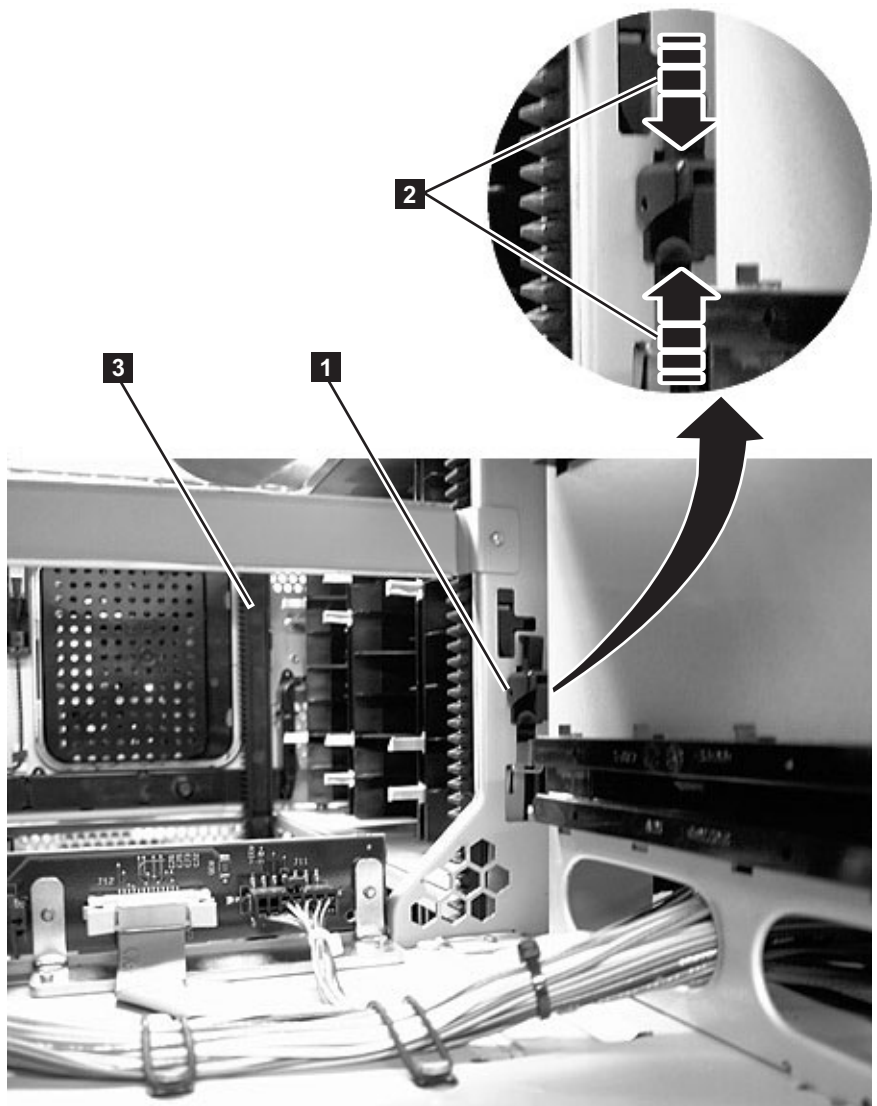

図 11-13. ギア・ラック
複数ユニット・ライブラリー内で取り出し装置がユニットからユニットへ移動できるようにするには、制御モジュールの前面（11-22 ページの図 11-13 の **3**）および背面（11-22 ページの図 11-13 の **1**）のギア・ラックが、拡張ユニットのギア・ラックと正しく位置合わせされていることが必要です。
1. ギア・ラック・ロック機構（11-22 ページの図 11-13 の **1**）を少しだけ押し上げて押さえ、制御モジュールのギア・ロックをアンロックします。
2. ギア・ラック・ロック機構（11-22 ページの図 11-13 の **2**）を押さえながら、ギア・ラックを押し下げ、拡張ユニットのギア・ラックの位置に合わせた後、押さえていたロック機構を離します。